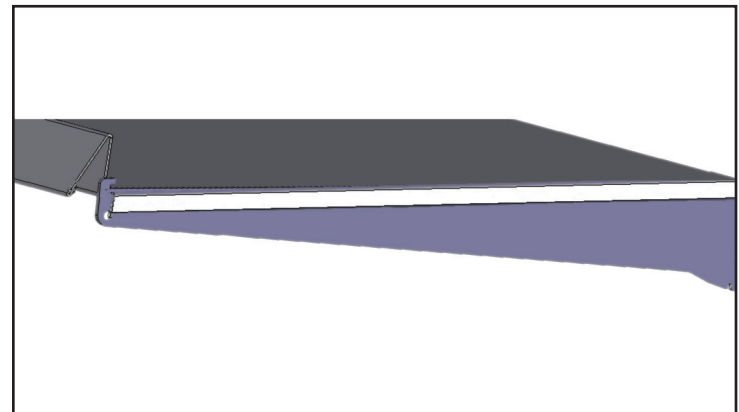

Рис. 3. Правильная установка полки
- c. После этого подать полку вперед, так чтобы передний край полки зашел под язычок переднего упора. При правильной установке полка фиксируется между бороздками кронштейнов. См. рис. 3.